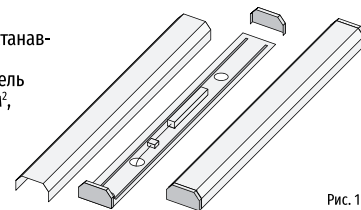

Рис. 1
- Снимите боковую крышку и рассеиватель, достаньте монтажный набор (Рис. 1).